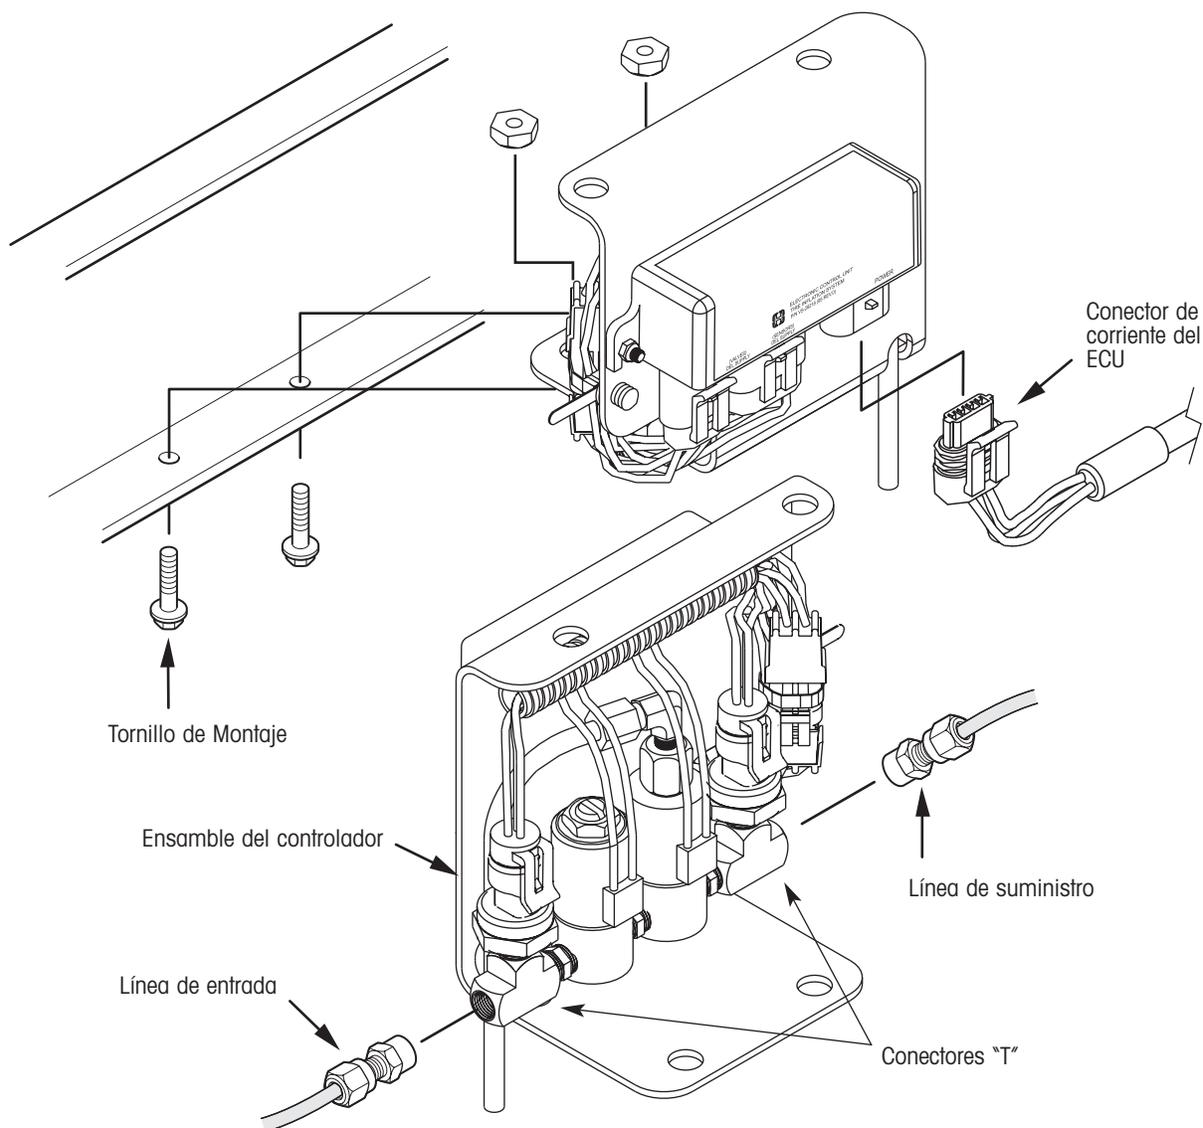

Figura 44. Reemplazo del ensamble del controlador
2. Desconecte el conector de corriente del ECU (figura 44).